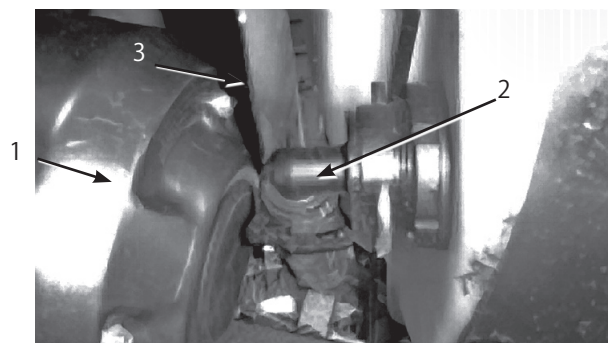

図55
3. タンクの前壁の下にあるホース (図55) を外す。
注: 防熱シールド (図55) を押しのけないとカバーが取り外せない場合があります。
8. タンク前面下のホース (図55) を接続する。